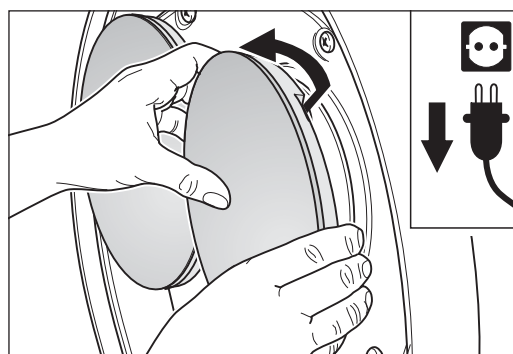

Fig. 7 Passez le bout des doigts derrière le plateau de ponçage et extrayez-le en le tirant vers l'avant.
- 5 Pour enlever les plateaux de ponçage, passez tout d'abord le bout de vos doigts derrière le plateau et extrayez-le des supports en caoutchouc (fig. 7).